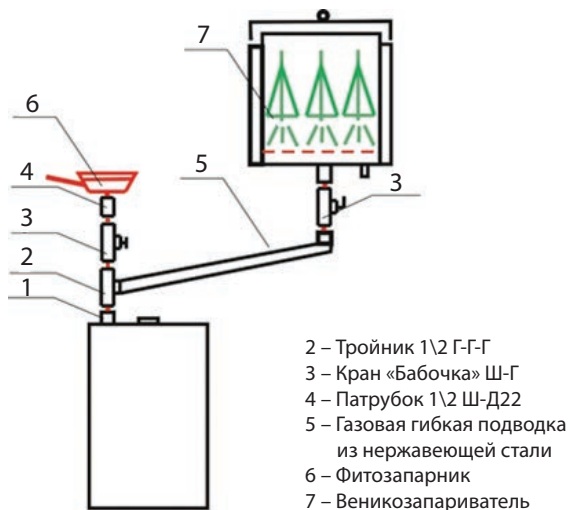

Рис. 5 Схема отбора насыщенного пара от парогенератора
2.2.6 В качестве опции к Устройству возможно подключение Фитозапарника и (или) Веникозапарника в соответствии со схемой подключения рис. 5. К штуцеру отбора пара (поз. 1 рис. 5) через кран (поз. 3, рис. 5) подключается Фитозапарник (поз. 6 рис. 5), или, посредством гофрированной трубы из нержавеющей стали (поз. 5 рис. 5), Веникозапарник (поз. 7 рис. 5). При одновременном использовании Фитозапарника и Веникозапарника используется тройник (поз. 2 рис. 5)
- В Устройстве режим автоматического поддержания температуры в парильном помещении дополнен режимом парогенерации. Для включения ЭГПП следует нажать клавишу на левой боковой стороне ПУ (поз. 1, рис. 6), при этом на ПУ должен светиться индикатор красного цвета (поз. 2, рис. 5). Примерно через 30 мин. начнется генерация паровоздушной смеси.